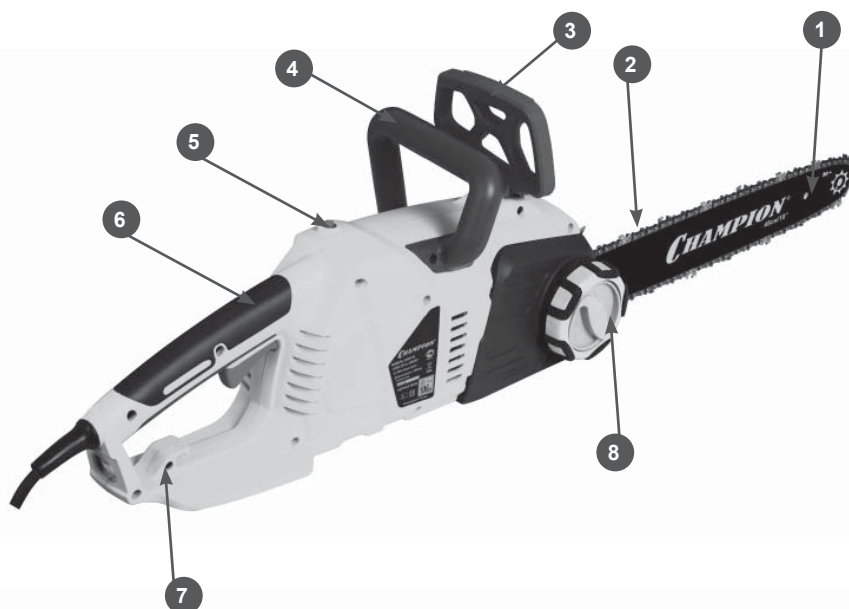
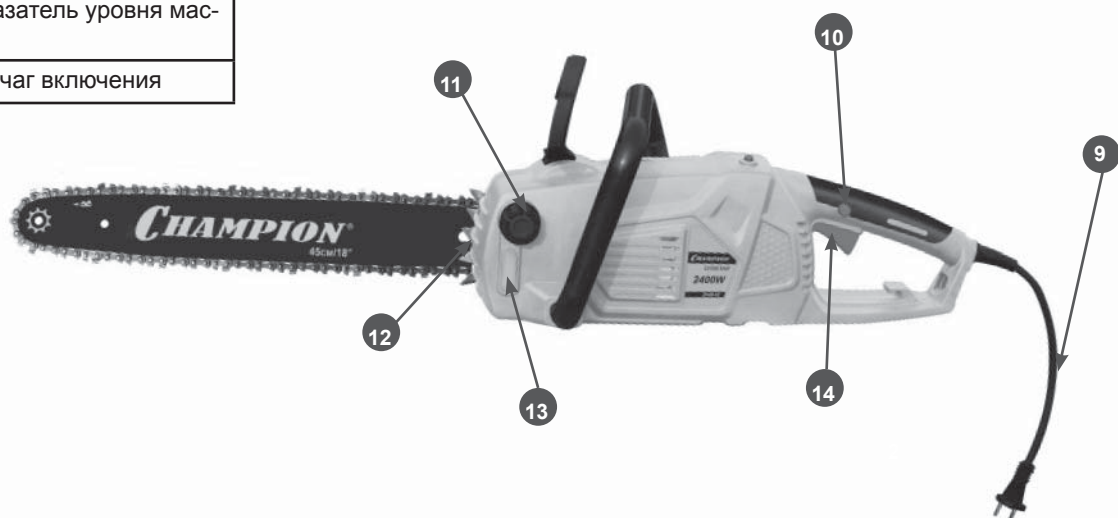

Рис.1
Рис.2
Номера перед описаниями соответствуют номерам на Рис.1 и Рис.2 — это поможет Вам найти то или иное предохранительное устройство.
Для заправки бака маслом открутите крышку бака(13) Рис.2 и залейте необходимое количество масла, затем плотно закрутите крышку бака. Уровень масла в баке контролируйте по указателю уровня(12) Рис.2.
Устройство защиты выключает электродвигатель при механической перегрузке (увеличенное давление резания, защемление пильной шины в резе), либо при сбоях в системе электропитания. В случае срабатывания кнопки теплового предохранителя (поз.9 рис.2) следует освободить пилу из реза, проверить техническое состояние пильной гарнитуры(исправность направляющей шины, заточку цепи).Проверить состояние питающих кабелей и величину подаваемого напряжения.
Направляющая шина (1) рис.1 работает в тяжелых условиях и подвержена сильному износу. Для того, чтобы избежать одностороннего износа необходимо периодически переворачивать шину, например, после каждой заточки цепи.